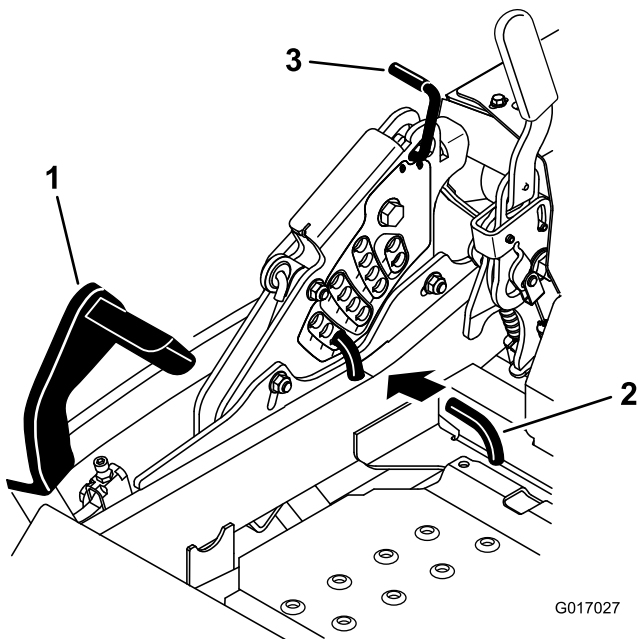

Figure 93
5. Enfoncez la pédale de relevage du tablier de coupe au maximum pour verrouiller le tablier à la position de transport de 14 cm (5,5 po) (Figure 93).